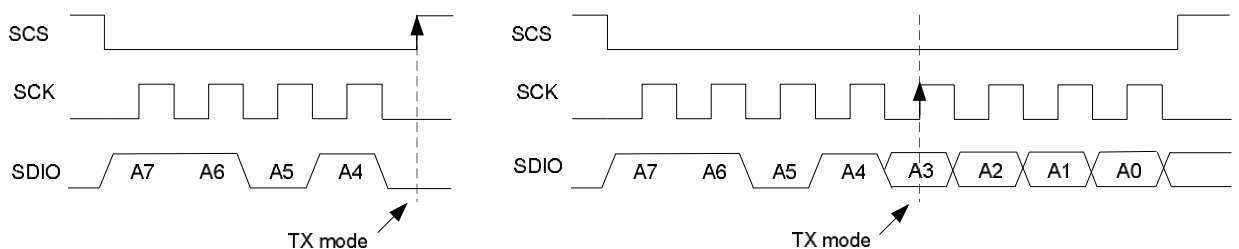

Рис. 10.9 Диаграмма команды режима передатчика
- Step4: Send Strobe commAnd of TX mode (Figure 10.9) to do TX delivery.